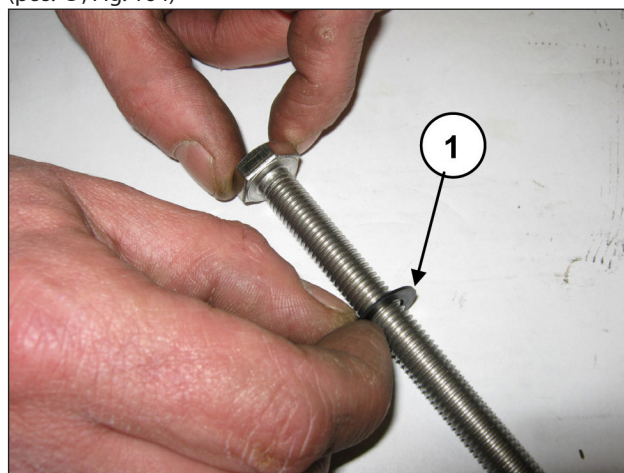

Fig. 164
Insira a arruela Ø10x18x0.9 no parafuso de fixação do pistão (pos. ①, Fig. 164)